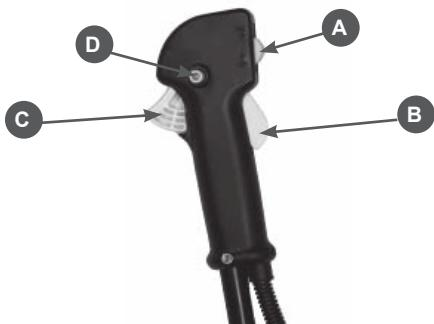
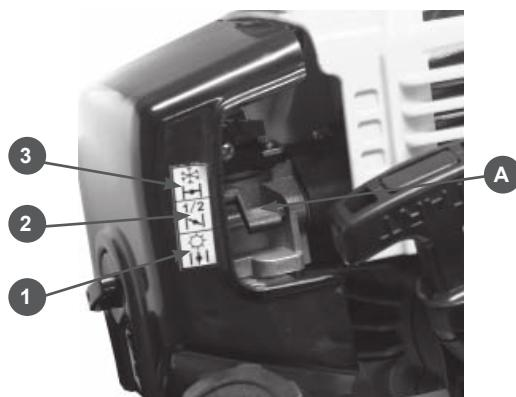

Рис.11
Рис.12
- Установите выключатель (A) в положение «I» (сдвиньте вверх до упора) Рис.11. Нажмите одновременно на стопорный рычаг (B) и курок газа (C). Задержите курок газа в нажатом состоянии кнопкой(D) Рис.11.
- Установите рычаг воздушной заслонки (A) в верхнее положение(3) (Рис.12)
- После первой вспышки переведите рычаг воздушной заслонки в среднее положение (2) Рис.12 . Не забывая выбирать свободный ход шнуря стартера, сильно, но плавно потяните за рукоятку стартера 1-2 раза. Двигатель должен запуститься.
- После запуска переведите курок газа в режим холостого хода. Для этого освободите стопорную кнопку курска(D) Рис.11 и прогрейте двигатель в течение 30 секунд (рычаг воздушной заслонки при этом находится в положении 2), затем переведите рычаг заслонки в положение(1) Рис.12.
- Заслонку при запуске установить в положение(1) Рис.12